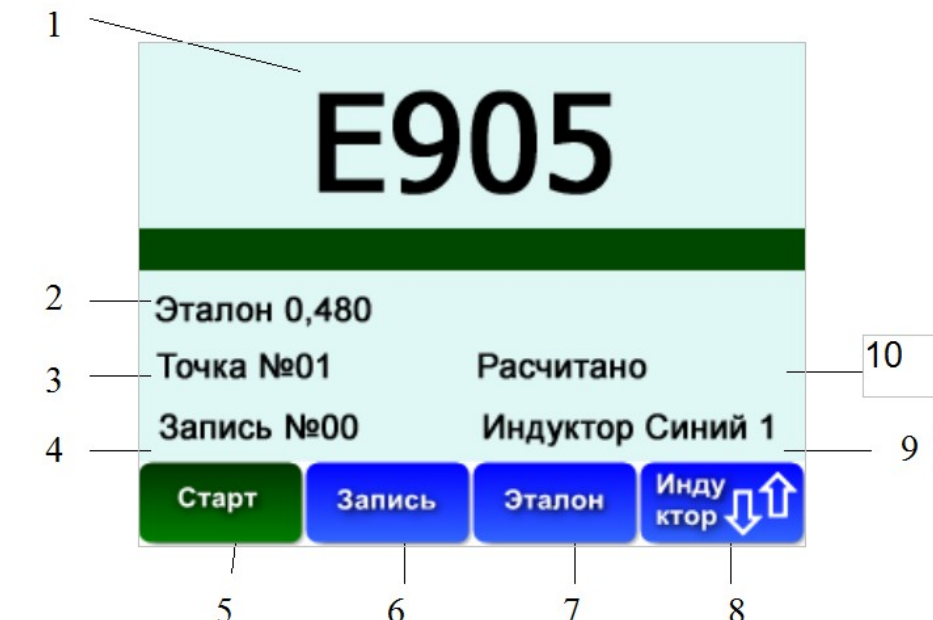

Рисунок 12 - Меню «Калибровка»
а) перед проведением калибровки определяется индуктор согласно табл. 1, с которым будет проведена процедура калибровки. Для этого клавишами «» и «» (поле 8 рис. 12) производится выбор индуктора, который будет указан в поле 9 рисунка 12, при этом поле 3 рисунка 12 будет иметь вид: «Точка №00»;
б) произвести активацию «кнопки» «Эталон» (поле 7 рис.12) и выполнить вход в подменю «Эталон» по нажатию клавиши «Enter». Подменю «Эталон» приведено на рисунке 13. После входа в подменю «Эталон» проводят ввод толщины контрольных образцов (стёкол). Действительная толщина контрольного образца указана в маркировке.
в) ввод толщины проводят с помощью кнопок клавиатуры «», «», «», «», «Enter» согласно указаниям, приведенным в подменю. Ввод обеспечивается «кнопкой» «Enter», которая имеет зеленый цвет, после чего произойдет возврат в меню «Калибровка» и введенное значение будет отображено в поле 2 рис.12. «Кнопка» «ESC», которая имеет красный цвет, обеспечивает возврат в меню «Калибровка» без сохранения введенного значения;
д) произвести активацию «кнопки» «Запись» (поле 6 рис.12) и опустить выбранный индуктор, согласно пункта а), на контрольный образец. В поле 1 рисунка 12 будет отображена толщина образца в шестнадцатеричном коде;
ж) после выполнения всех действий необходимо сменить контрольный образец и выполнить действия с б) по е) включительно, при этом поле 3 рис. 12 приобретет вид: «Точка №01»;
**Примечание** - Пункт ж) выполняется на трех разных контрольных образцах, входящих в комплект поставки, с увеличением толщины образцов, пока поле 3 рис. 12 не приобретет вид: «Точка №02». Последнее повторение пункта ж) при значении поля 3 рис. 12 «Точка №03» выполнить без установки контрольного образца и использования индуктора.